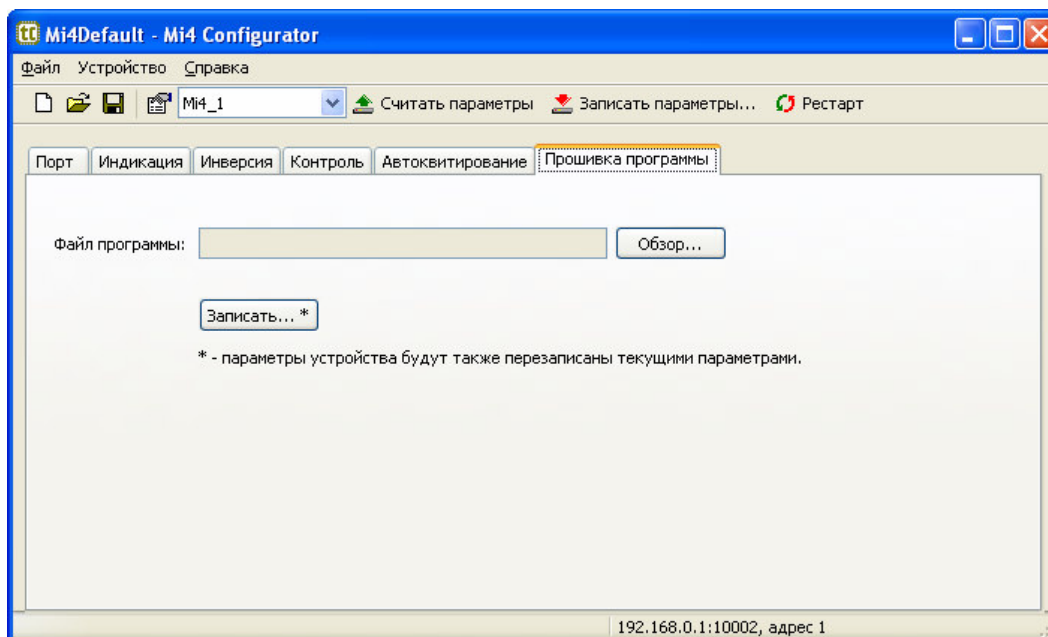

Рисунок 14 – Закладка «Прошивка программы»
Для обновления внутренней программы модуля выберите закладку «Прошивка программы» программы Mi4 Configurator (рисунок 14). Выберите (кнопка «Обзор...») Файл резидента модуля с расширением «a90» для загрузки в модуль и нажмите кнопку «Записать...» - параметры устройства также будут перезаписаны текущими параметрами, установленными на других закладках программы.
4. Двойным щелчком мыши изменить состояние требуемых ключей, в соответствующих ячейках таблицы, при изменении состояния, ячейка меняет свой цвет на красный, рисунок 14.